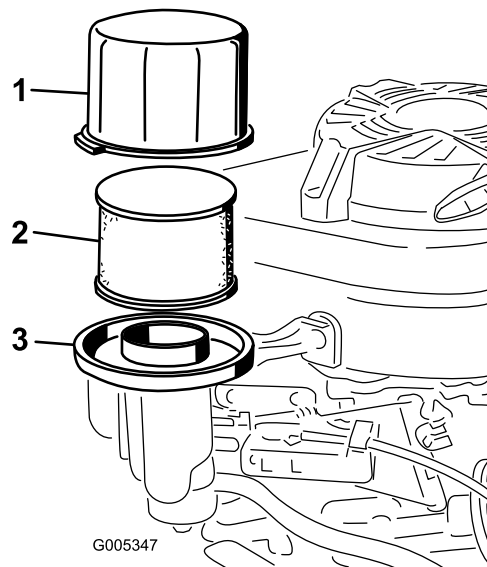

Figura 23
3. Retire la tapa y límpiela a fondo (Figura 23).
4. Retire e inspeccione el filtro de aire de papel (Figura 23), y deséchelo si está excesivamente sucio.
5. Retire el pre-limpiador de gomaespuma y lávelo con un detergente suave y agua, luego séquelo apretando suavemente con un paño (Figura 23).